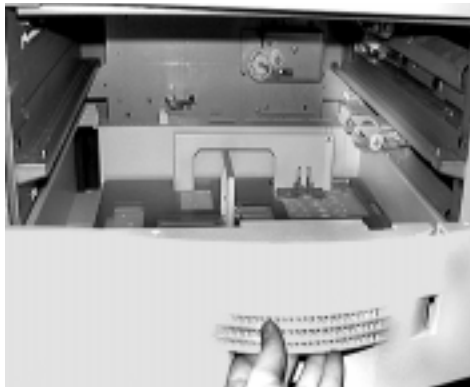

Abbildung 4-54 Installieren der Papierfächer
2. Setzen Sie die drei Papierfächer wieder im Drucker ein, wie in Abbildung 4-54 gezeigt.